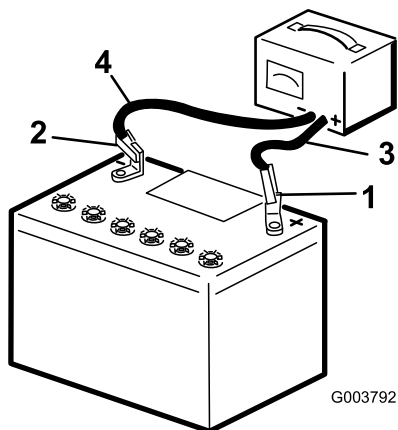

Figura 131
5. Conecte o cabo positivo do carregador ao terminal positivo da bateria (Figura 131).
6. Conecte o cabo negativo do carregador ao terminal negativo da bateria (Figura 131).
8. Quando a bateria estiver totalmente carregada, desligue o carregador da rede elétrica e desconecte os cabos do carregador dos terminais da bateria (Figura 131).